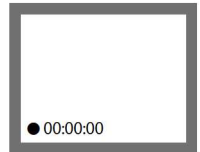

図 33
2. ビデオ録画機能 (図 33)
①プレビューモードの状態で ビデオボタンを押すとカウンターが表示され録画が開始されます。
②もう一度ビデオボタンを押すと画面下にファイル名が表示され録画が終了します。画面のカウンターが消え、SDカードが挿入されていれば、映像はSDカードに保存されます。撮影後はプレビューモードに戻ります。